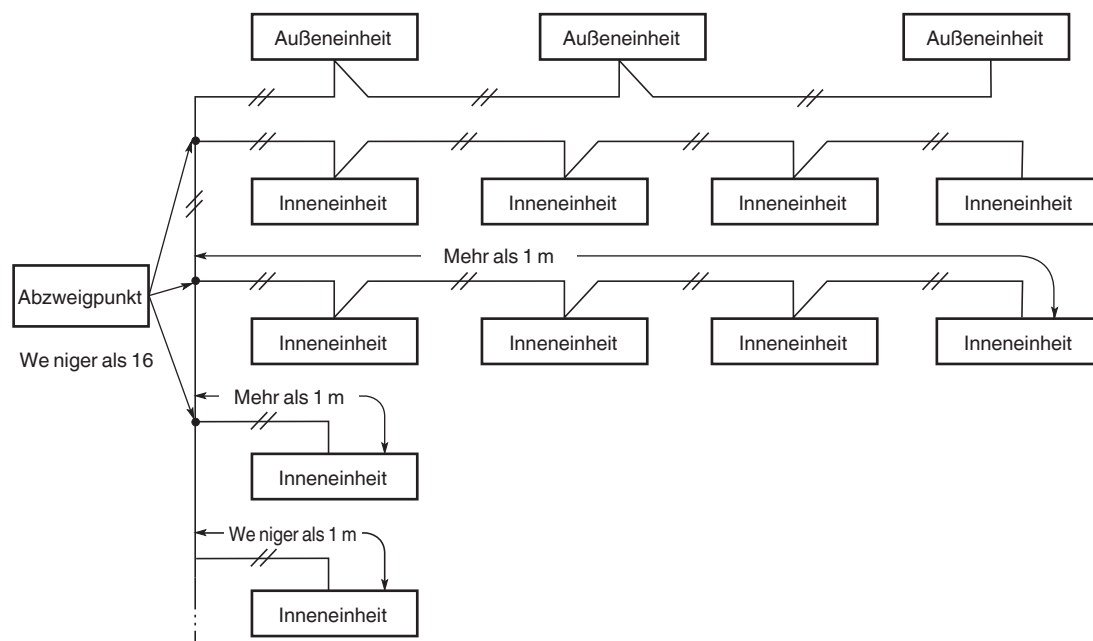

Abb. 4-5
- (4) Wenn ein Einheiten-Steuerverbindungskabel angeschlossen werden soll, darf die Anzahl der Abzweigepunkte nicht höher als 16 liegen. (Abzweigungen mit weniger als einem Meter sind in der Gesamtzahl der Abzweigepunkte nicht eingeschlossen.) (Abb. 4-5)